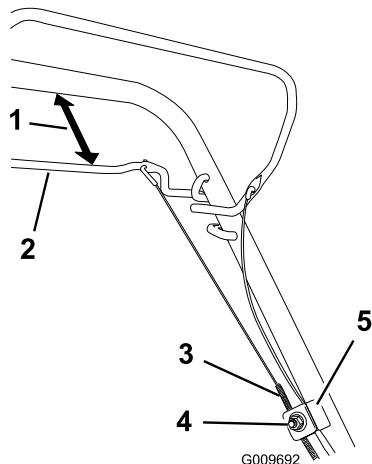

Рисунок 24
2. Удерживайте зазор величиной от 25 до 38 мм между штангой управления самоходным приводом и рукояткой (Рисунок 24).
3. Потяните трос (по направлению к машине), пока он не ослабнет (Рисунок 24).
1. Ослабьте гайку держателя троса (Рисунок 24).